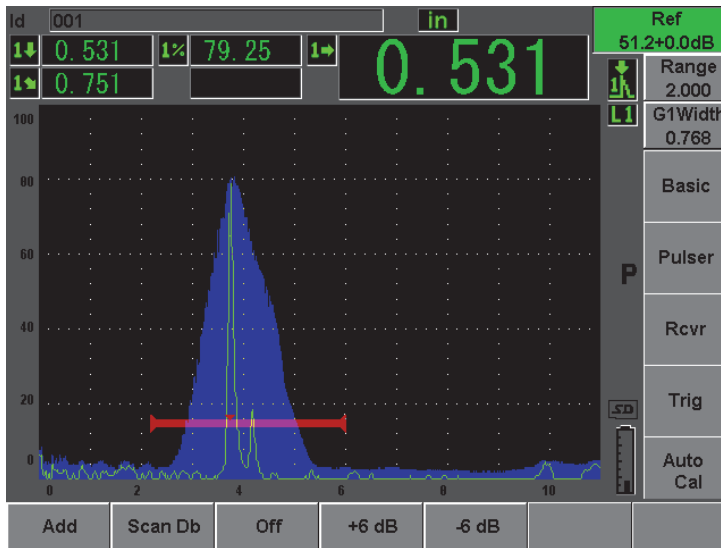

Figura 10-25 Configurazione del guadagno di riferimento
5. Utilizzare i parametri **Add** (aggiungi), **Scan Db** (scansione guadagno), **+6 dB**, **-6 dB** e **Off** per eseguire regolazioni del guadagno di scansione una volta che il guadagno di riferimento è attivo (**Ref**) [vedi Figura 10-25 alla pagina 192]. Per maggiori informazioni su queste funzioni, riferirsi alla sezione 6.3 alla pagina 119.